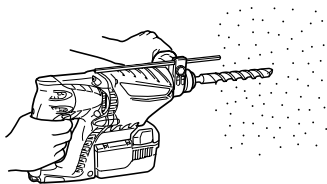

Fig. 13
- Presionar el interruptor de gatillo después de poner la punta de la broca en la posición para taladrar. (Fig. 13)
- Cuando la broca toque una barra de hierro de construcción se detendrá inmediatamente y el martillo giratorio tenderá a girar. Por lo tanto, sujetar el mango lateral y sostenerlo firmemente como se ilustra en la Fig. 13.